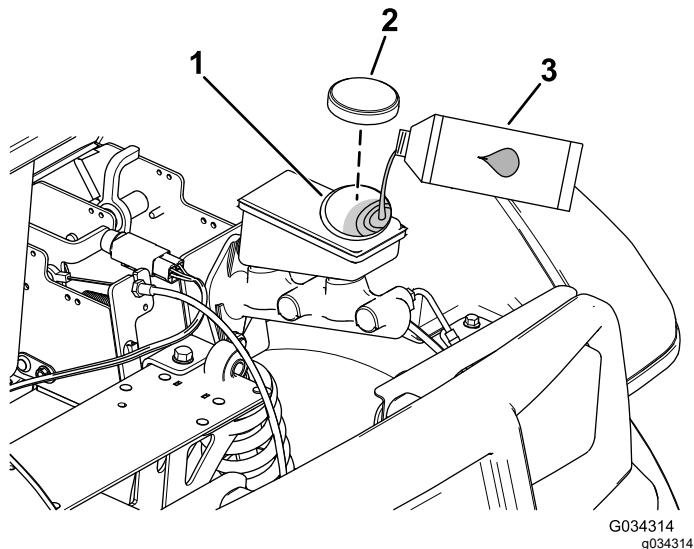

Рисунок 51
- A. Очистите область вокруг крышки бачка и снимите крышку (Рисунок 51).
- C. Установите на место крышку бака (Рисунок 51).